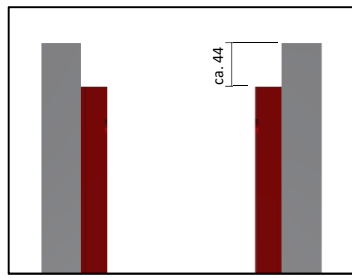
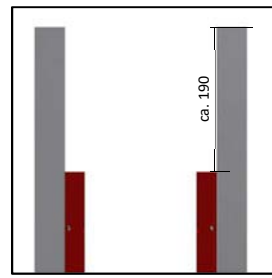
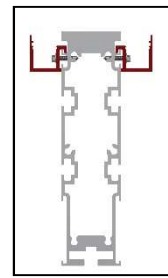

Abbildung 29
Abbildung 30
Abbildung 31
- » Das Lamellenträgerprofil ist außermittig am Längsprofil positioniert. Beim vorderen Stirnprofil beträgt der Abstand ca. 44mm (Abbildung 29), beim hinteren Stirnprofil (Motorseite) beträgt der Abstand ca. 190mm (Abbildung 30/Abbildung 31).